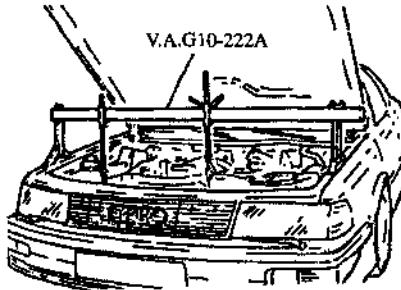

图 4.15 用心轴支承发动机
- ⑩ 拆下汽缸盖上的自动变速器油的加油管。
- ⑪ 拆下散热器风扇，拆下左边风扇并放在发动机上。
- ⑫ 拆下车身上发动机右支架的紧固螺栓。
- ⑬ 拆下隔音板。
- ⑭ 拆下横梁，拆下装有催化净化装置的前排气管。
- ⑮ 拆下排气系统的隔热板，拆下传动轴。
- ⑯ 从变速器上拆下变速杆拉锁，同时从变速器上拆下支架，拆下机油滤清器。
- ⑰ 从启动机上拆下电线，拆下启动机上部螺栓（拆卸时，穿过主减速器上方变速器的缝隙，用六角扳手拧下），拆下启动机下边的螺栓，同时取下启动机。
- ⑱ 通过启动机开口拆下液力变矩器上 6 个螺栓。
- ⑲ 拆下变速器支架两侧紧固螺栓。
- ⑳ 在发动机左支架上连接发动机支架同时用心轴支承发动机，如图 4.15 所示。